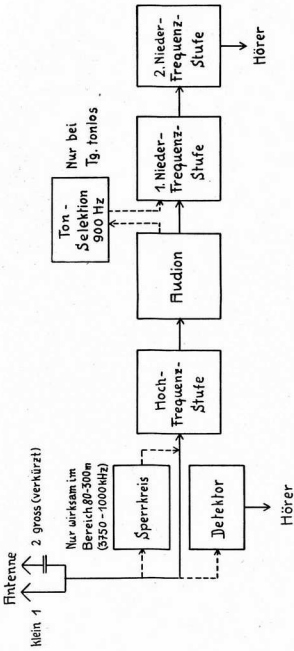

Bild 10. Blockschema des Lorenzempfängers.
b) **Schaltung und Wirkungsweise** (siehe Blockschema Bild 10 und Schema in der Großbeschreibung).